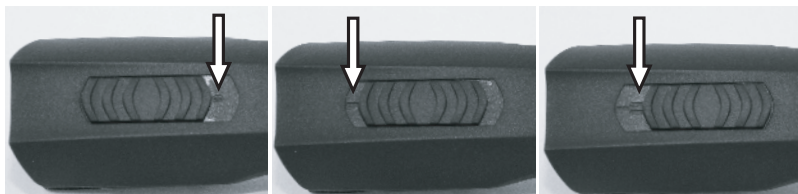

図4 スイッチOFF位置
2. バリカンのスイッチがOFFの位置(0)である事を確認してください(図4)。
1. スイッチを「0」の位置にします(図4)。